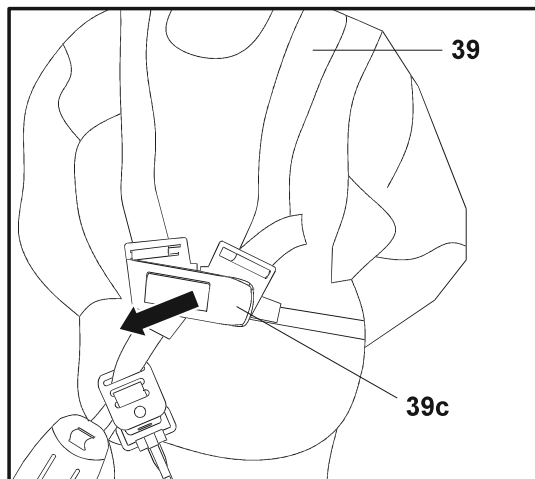

Fig. 28
8. Em caso de emergência, segure na pega dianteira de espuma (8) com a mão direita e utilize a mão esquerda para abrir a patilha de libertação rápida (39c). O arnês (39) é automaticamente libertado do corpo devido ao peso do produto (Fig. 28).